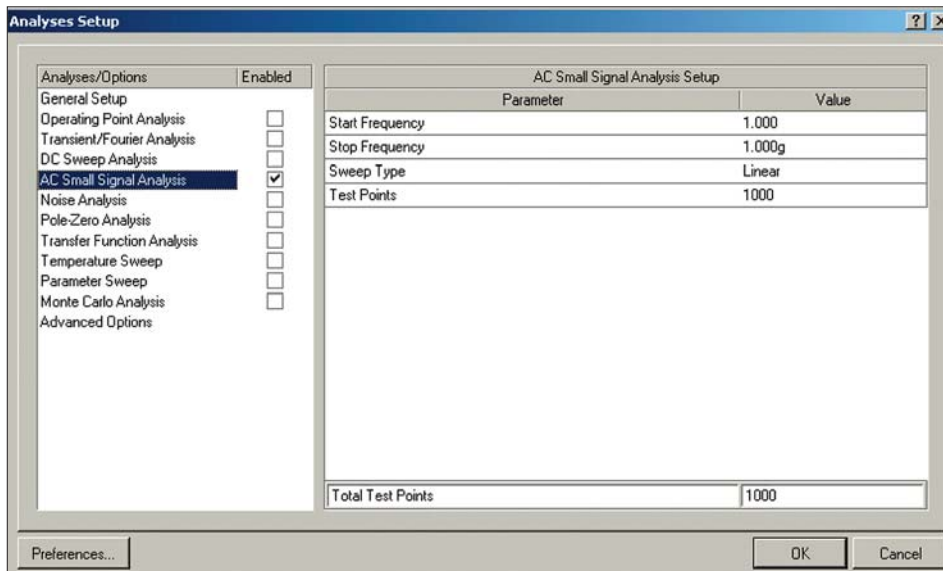

Рис. 2. Настройка анализа частотных характеристик
- Libraries со списком подключенных в настоящий момент библиотек (рис. 2).
- В списке справа зададим параметры этого вида анализа (рис. 2): в поле Start Frequency